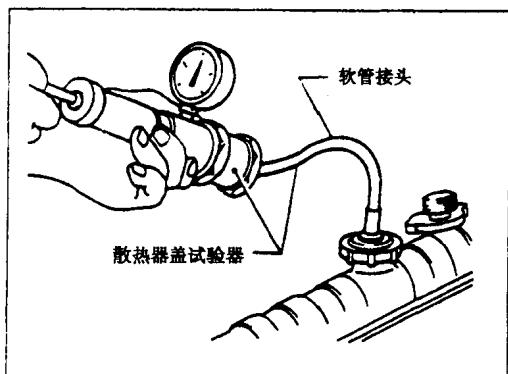

图 1-14
(3) 检查冷却系泄漏: 用一试验机将压力加到冷却系上, 以检查泄漏见图 1-14。试验压力: 98kPa。